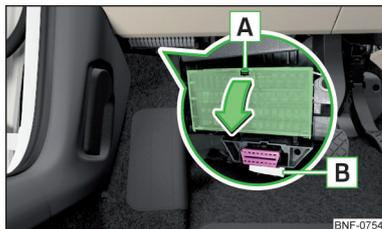

Fig. 165
Los fusibles se encuentran debajo del volante en la parte inferior del cuadro de interruptores » fig. 165.
- Presione la orejeta **A** » fig. 165.